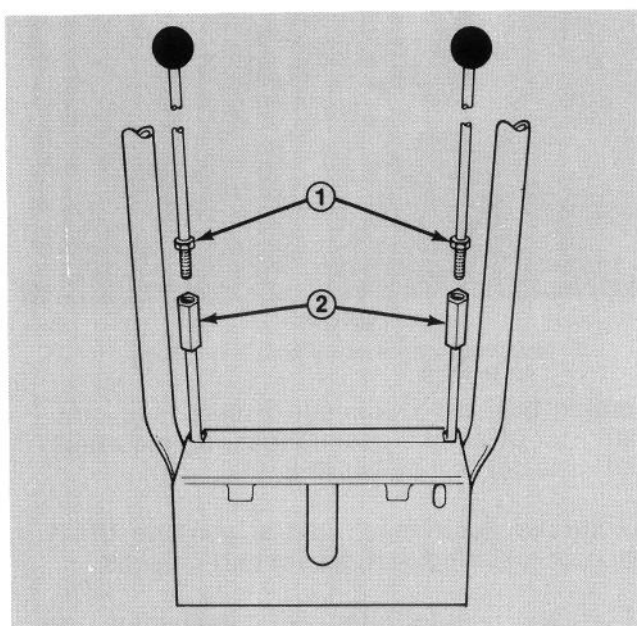

Fig. 6
2. Skru kontramøtrikkerne (Fig. 6) helt ind på hjulkoblingernes håndtag, hvorefter stængerne skues ind i koblingerne (Fig. 6) så langt de kan komme. Spænd kontramøtrikkerne mod toppen af koblingen.